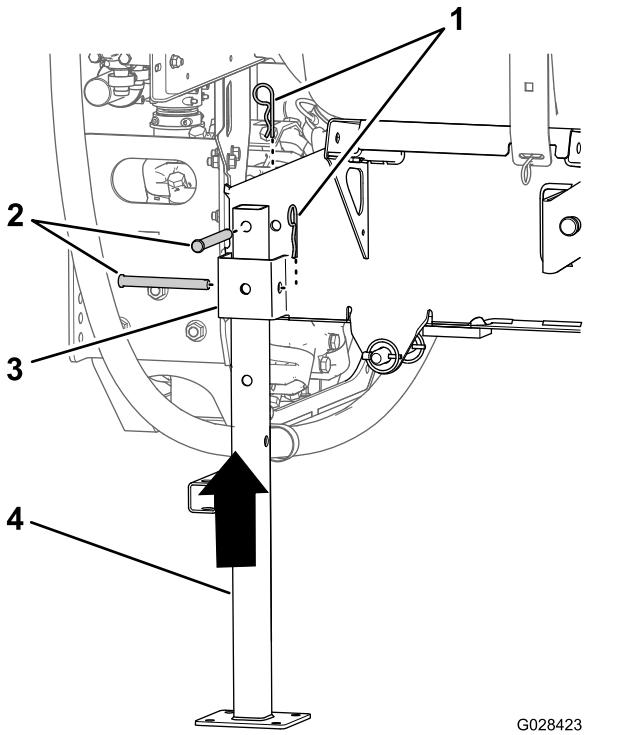

Figure 136
5. Alignez la jambe de support arrière sur le récepteur arrière (Figure 136).
6. Alignez le trou au sommet de la jambe de support et le trou dans le cadre du patin de cuve (Figure 136).
7. Fixez la jambe de support au récepteur et au cadre au moyen de 2 axes de chape (1/2" x 4¹/₂) et 2 goupilles fendues (5/32" x 2⁵/₈"), comme montré à la Figure 136.